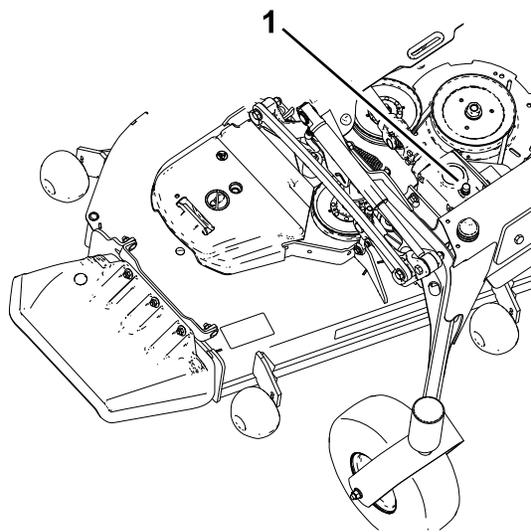

Figure 55
5. Retirez le bouchon de remplissage-jauge au sommet du boîtier d'engrenages et vérifiez que le niveau de lubrifiant se situe entre les repères sur la jauge (Figure 55